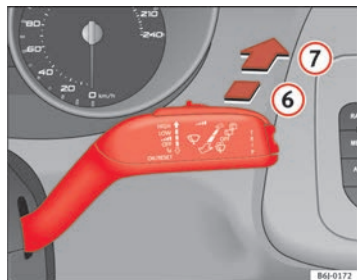

Fig. 64 Palanca del limpia-lavacristales: limpialuneta
- Presione la palanca hacia delante hasta el encastre **6** ⇒ fig. 64. El limpialuneta debe accionarse en intervalos de 6 segundos.
- Presione la palanca completamente hacia delante hasta la posición **7** ⇒ fig. 64. El limpia y el lavaluneta funcionan simultáneamente. El lavaluneta seguirá funcionando mientras mantenga la palanca en esta posición.